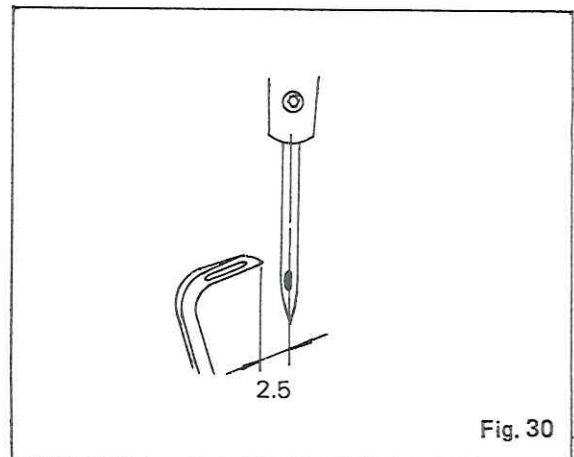

Fig. 30
(6) Chain Loper and Needle Fig. 30
Ancora (puntada de seguridad 401)—Aguja. Fig. 30
Boucleur de chaînette et aiguille Fig. 30